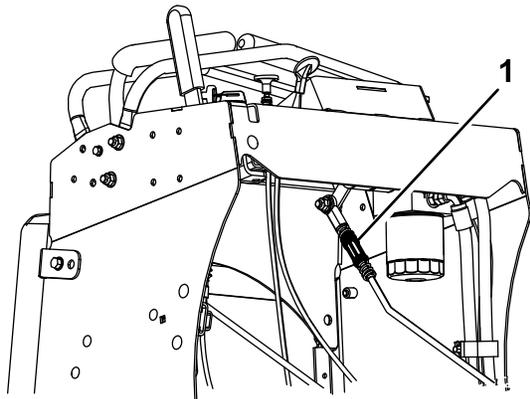

Figure 48
5. Tournez la tige de réglage du côté gauche de la machine (Figure 48).